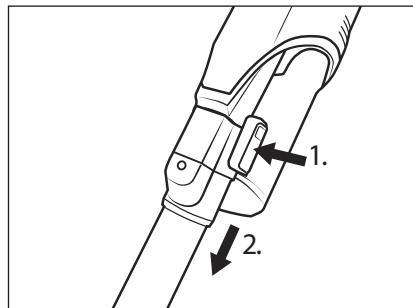

Fig. 11
- ◆ Pour retirer le tube d'aspiration **④** de l'appareil, maintenez la touche de déverrouillage du tube d'aspiration **③** enfoncée et retirez le tube d'aspiration **④** de l'orifice d'aspiration de l'appareil (voir fig. 11).